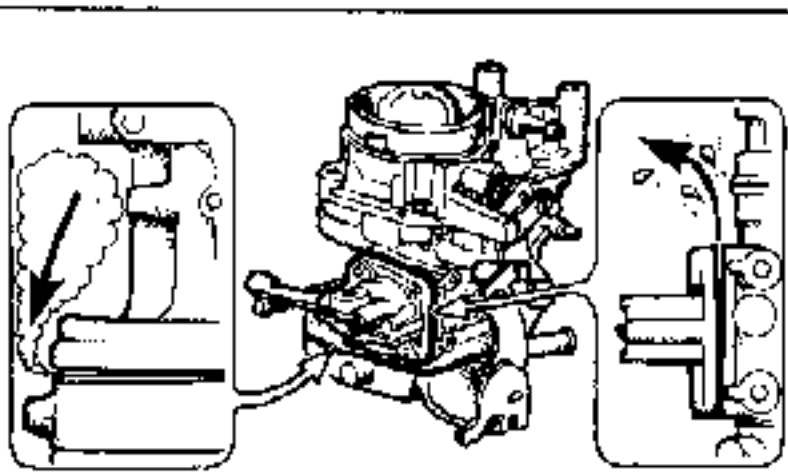

Fig. 7
**Cuve :** c'est la partie du carburateur la moins sujette à usure et les contrôles d'étanchéité auxquels elle est soumise en cours de fabrication rendent improbable l'apparition d'une fuite par la suite. Attention, toutefois, à la planéité de la face d'appui de la cuve sur le corps du carburateur et à celle des faces d'appui de la pompe de reprise ou de l'enrichisseur (Fig. 7).